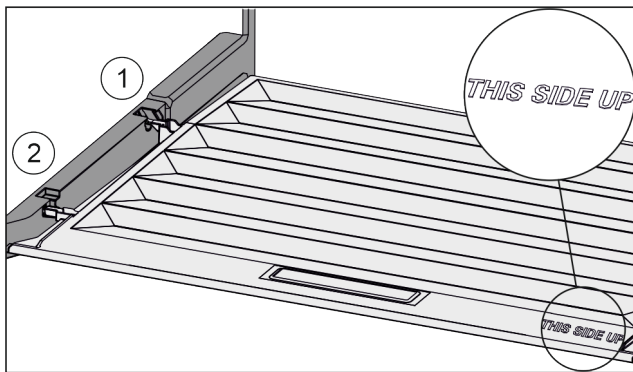

Fig. 148
- Вставити поперечні ребра через отвір заднього тримача Fig. 148 (1) і зафіксувати спереду у тримачі Fig. 148 (2).